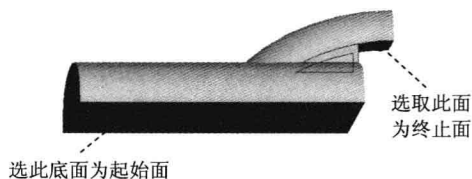
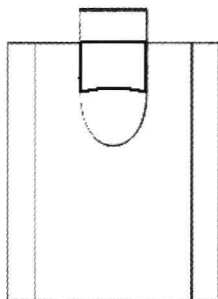

图 2.11 拉伸特征 2
图 2.12 截面草图
Step7. 创建图 2.11 所示的拉伸特征 2。在 **实体** 区域中单击  按钮，选取俯视图 (XY) 平面作为草图平面，进入草绘环境。绘制图 2.12 所示的截面草图；绘制完成后，单击  按钮；确认  与  按钮不被按下，选择命令条中的“起始/终止范围”选项，分别选取图 2.11 所示的起始面与终止面。单击 **完成** 按钮，单击 **取消** 按钮，完成拉伸特征 2 的创建。